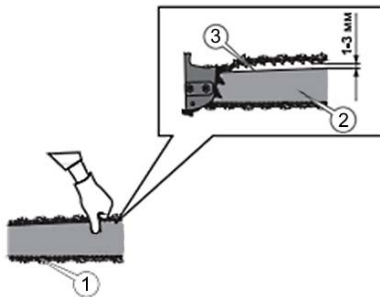

Рисунок 3
3.2.3 Виміряйте величину прозору між спрямовувальним хвостовиком ланцюга (3, рисунок 3) і напрямною шиною (2, рисунок 3). Прозір повинен бути в межах 1-3 мм, а сам ланцюг повинен легко переміщатися від руки вздовж паза шини. При цьому нижня частина ланцюга (1, рисунок 3) повинна щільно прилягати до шини без провисання.